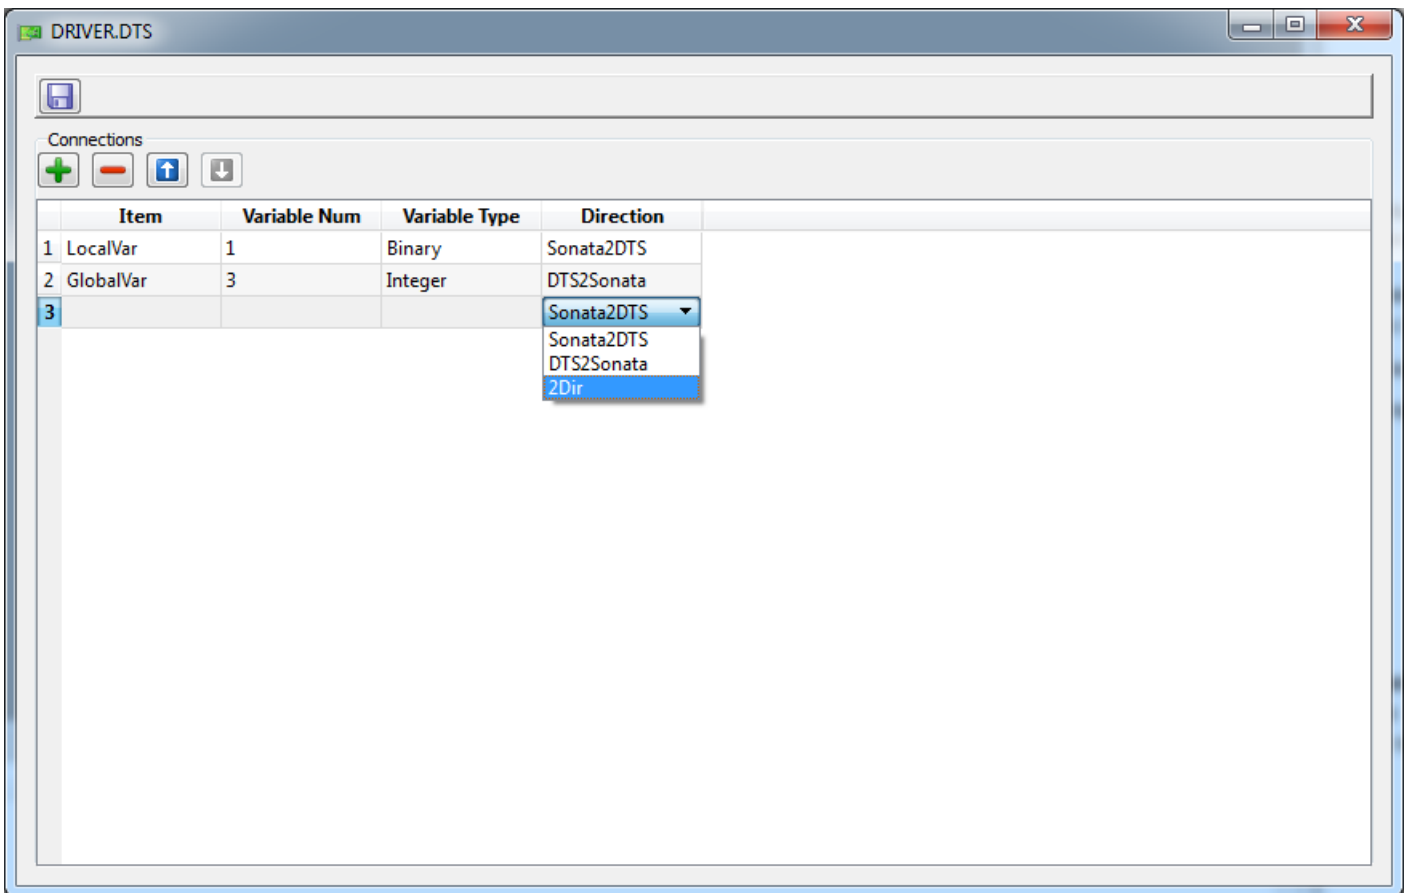

Рисунок 3.178 - Окно настроек кросс-коннекта приложения-драйвера DTS-клиент
3. Необходимо провести настройку приложения-драйвера DTS-клиент. Для этого нужно открыть редактор приложения (см. раздел 3.2.2.4.4). На рис. 3.178 изображено окно редактора приложения-драйвера DTS-клиент.